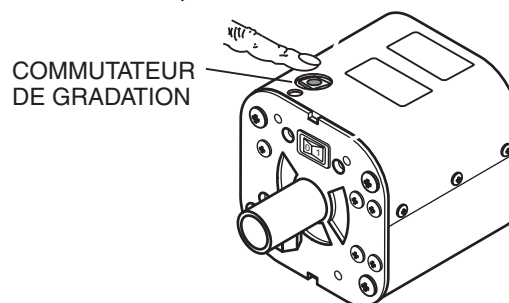

Figure 25. Commutateur de gradation
2. Appuyer légèrement sur le commutateur de gradation (Figure 25). Le voyant DEL clignotera. La luminosité devra être de 75% à présent.